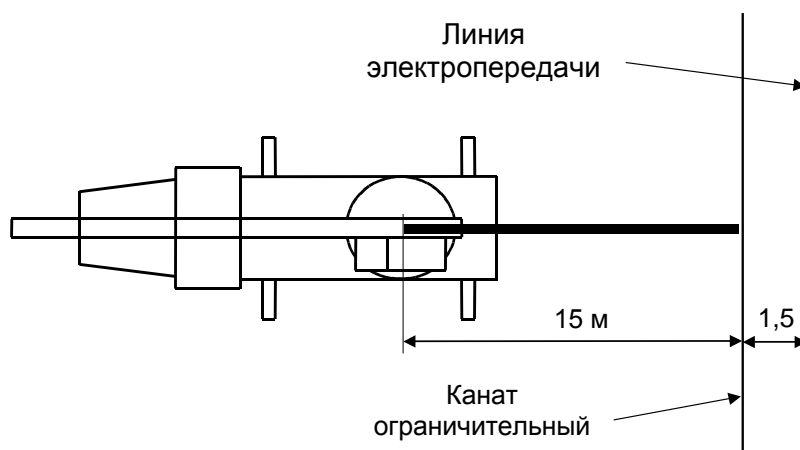

Рисунок 8 - Проверка срабатывания МЗОНа
4.3.4.2.1 Установить на площадке машину (стрела находится в транспортном положении) перпендикулярно линиям электропередачи на расстоянии ( $15 \pm 1$ ) м от оси вращения крана до воображаемой вертикальной плоскости, проходящей через ограничительный канат макета ЛЭП (см. рисунок 8).